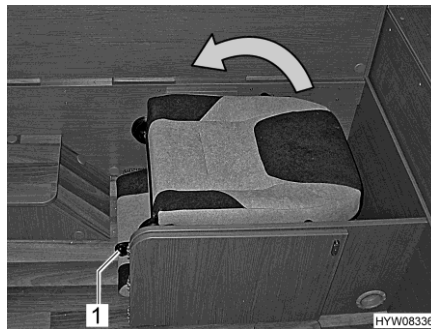

Bild 26 Fälla ut extrastol 1
- Tryck spaken (Bild 26,1) och håll den nedtryckt. Fäll fram ryggstödet helt.